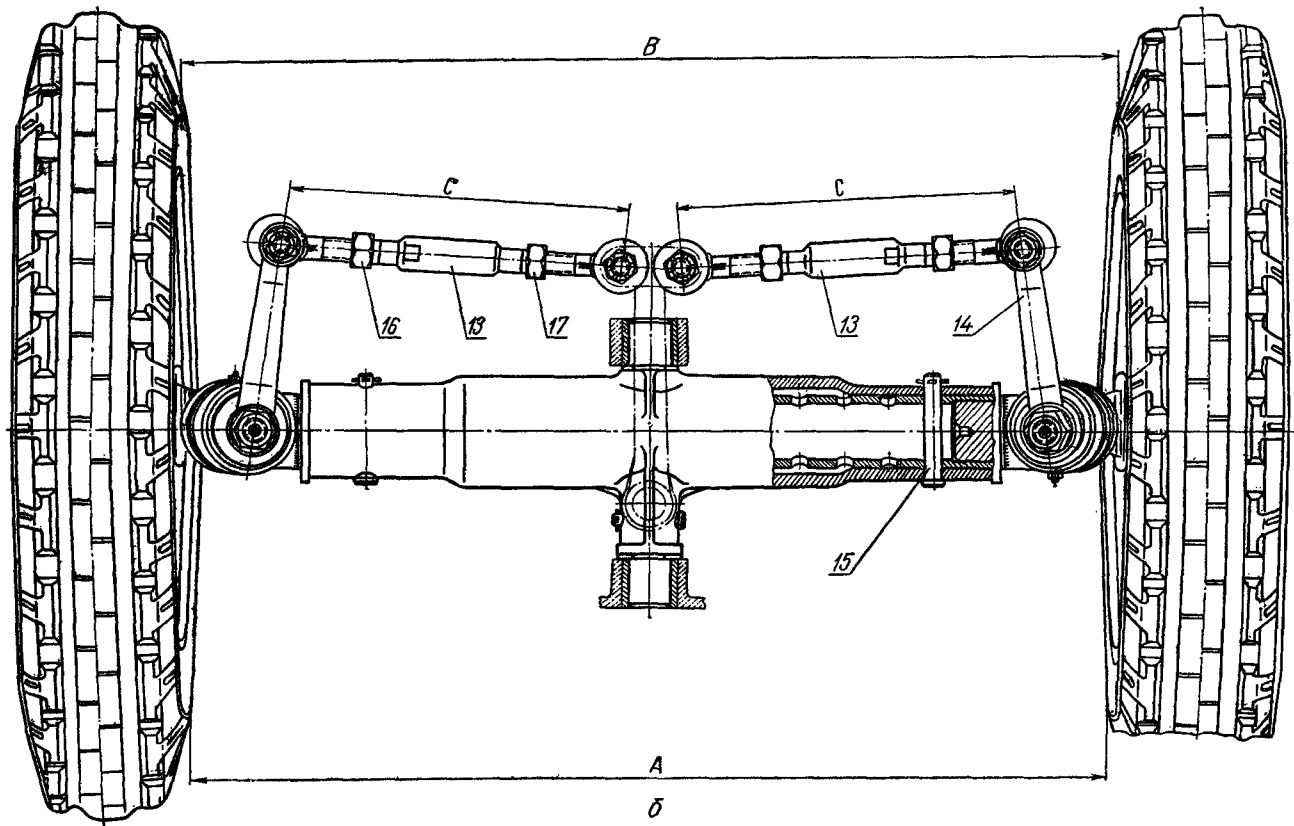
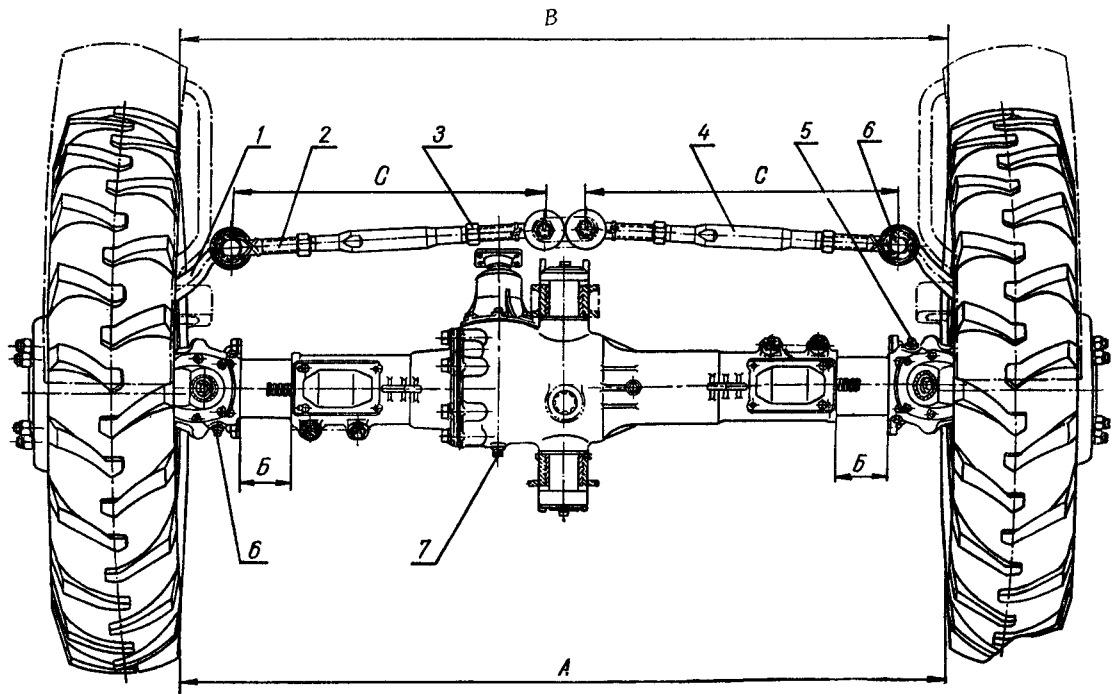

Рис. 51. Передняя ось трактора:
Рис. 56. Определение сходимости передних колес трактора МТЗ-82 и МТЗ-82Л:
Уход за передней осью (рис. 51) заключается в периодической смазке, наблюдении за затяжкой резьбовых соединений, а также в проверке и регулировке шарниров рулевых тяг.
2. Ослабьте болты 5 (рис. 51), выньте пальцы 15 крепления подвижных кулаков в трубе передней оси.
Периодически (через каждые 240 часов работы трактора МТЗ-82 и через 960 часов работы трактора МТЗ-80, а также при каждом изменении колеи передних колес) проверяйте и при необходимости регулируйте сходимость колес (рис. 56). Перед проверкой сходимости обязательно проверьте и при необходимости отрегулируйте зазоры в подшинниках колес и шарнирах рулевых тяг, как указано выше. Для проверки сходимости установите трактор для прямолинейного движения (колеса и сошка параллельны оси трактора), длина левой и правой рулевых тяг, определяемая расстоянием между шаровыми пальцами С, должна быть одинаковой, а корпуса конических пар или поворотные кулаки выдвинуты на одинаковую длину В соответственно из корпуса и крышки переднего моста и передней оси.
Для регулировки сходимости колес отпускают контргайки 16 и 17 (рис. 51) или 3 и 8 (рис. 56) у рулевых тяг и, вращая левые и правые трубы тяг, укорачивают или удлиняют их на одинаковую величину. Затем снова проверяют разность размеров *B* и *A*.